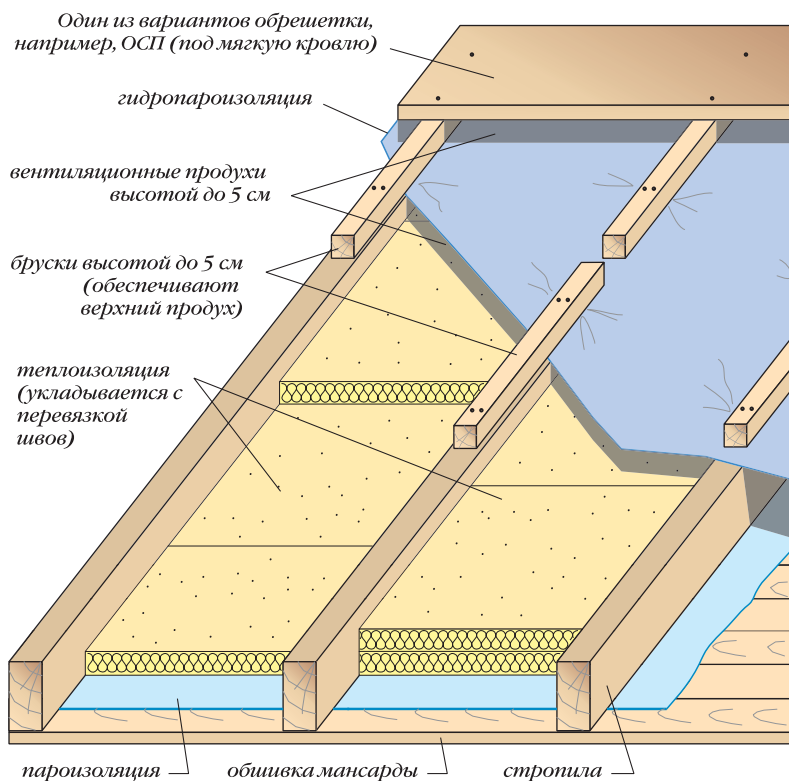

Рис. 13. Теплоизоляция минераловатными плитами в межстропильном пространстве
1. Межстропильное утепление (рис. 13).
В таком способе утепления кровли присутствует только один вентиляционный продух, расположенный над супердиффузионной мембраной, в отличие от схемы утепления с применением гидропароизоляционной пленки, где нужны были два продуха. В той схеме (рис. 13, 14) ветровой поток открытого нижнего вентиляционного зазора продувает утеплитель, сводя его теплоизолирующие способности к минимуму. А если этот продух сделать закрытым у карнизного узла, то водяной пар не будет удаляться в достаточном объеме.